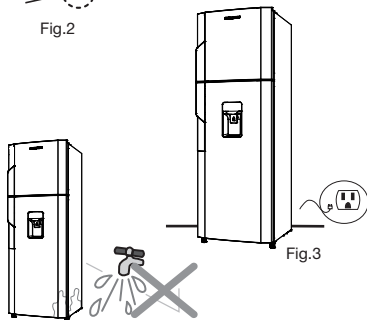

Fig.3
• Evite instalar el aparato en lugares que puedan verse afectados por corrientes de aire o humedad, como pisos o paredes con filtración de agua o a la intemperie. Si existe en el área humedad o salpicaduras de agua, puede ocasionar oxidación, corto circuito o sudoración en las paredes laterales. Ver Fig.3. No instale el refrigerador al aire libre